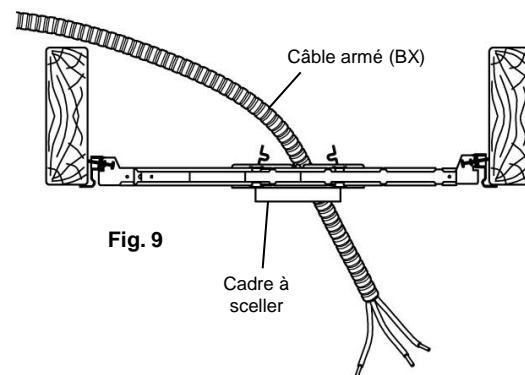

Fig. 9
3. Passez un câble armé (BX) ou un câble non métallique (NM) (également appelé câble Romex) du disjoncteur ou de la boîte de fusibles jusqu'à l'orifice de cadre en plâtre, en laissant dépasser une longueur de 15,24 cm (6 in.) - 20,32 cm (8 in.) hors de l'orifice. Vous pouvez utiliser un câble de calibre 12 AWG ou moins. (Fig. 9) (**MISE EN GARDE : utilisez des fils d'alimentation conçus pour résister à une température de 90° et plus.**)